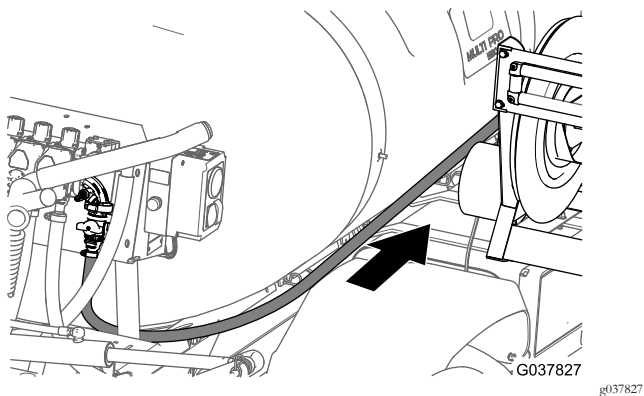

Figura 99
4. Encaminhe o tubo de fornecimento ao longo do depósito do pulverizador em direção do suporte do cilindro de tubagem e prenda o tubo à estrutura do depósito com as três braçadeiras (Figura 99).